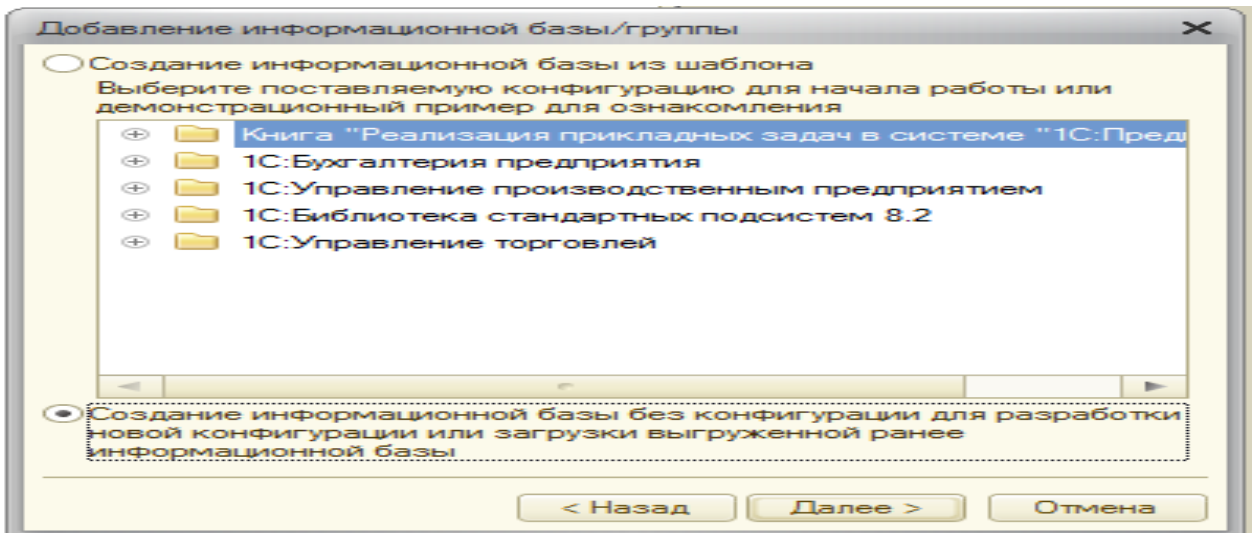

Рис. 8
4. Установите в открывшемся диалоговом окне переключатель *Создание информационной базы без конфигурации...* и щелкните на кнопке *Далее* -откроется диалоговое окно (рис. 8).